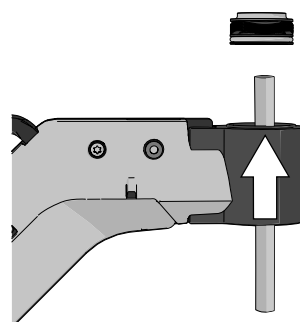

Abbildung 432. Entfernen Sie die Reibungsbremse.
(i) Dieser Schritt findet nur Anwendung, wenn der Rollstuhl mit einer späteren Version der Reibungsbremse ausgestattet ist (siehe Abbildung 432).
- i** Dieser Schritt findet nur Anwendung, wenn der Rollstuhl mit einer späteren Version der Reibungsbremse ausgestattet ist (siehe Abbildung 432).